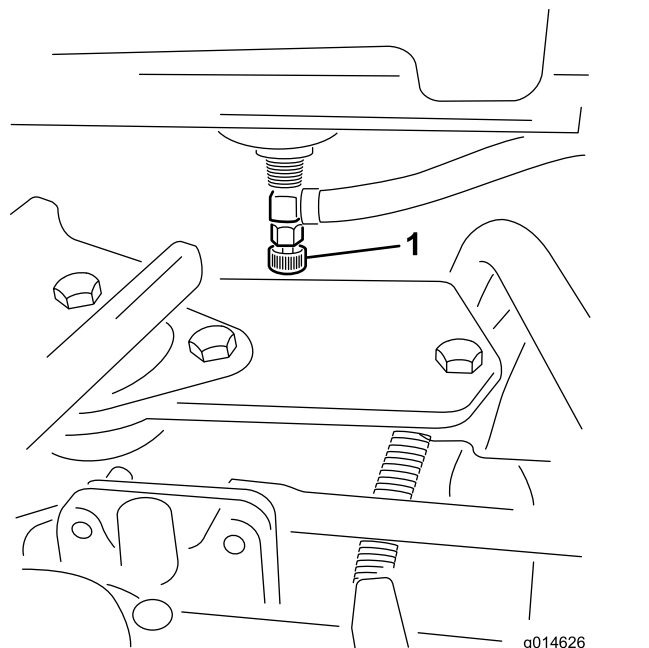

Figura 29
1. Feche a válvula de bloqueio do combustível (Figura 29) por baixo do depósito de combustível.